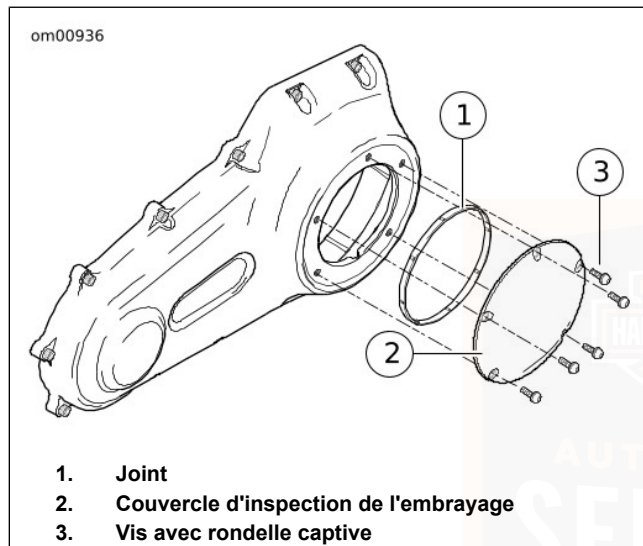

Figure 34. Couvercle d'embrayage
2. Voir Figure 34. À l'aide d'un embout T-27 TORX, retirer les cinq vis (avec les rondelles captives) (3) pour enlever le couvercle d'inspection de l'embrayage (2) du couvercle du carter de la chaîne primaire.